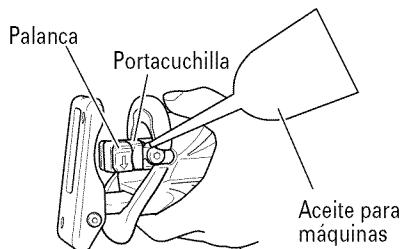

Fig. 9
- (1) Después de utilizar la sierra, elimine el aserrín, el polvo, la arena, la humedad, etc. con aire o con un cepillo, etc. para asegurarse de que la montura de la hoja funciona suavemente.
- (2) Tal como se muestra en la Fig. 9, lubrique periódicamente alrededor del sujetador de la hoja con lubricante para cuchillas.